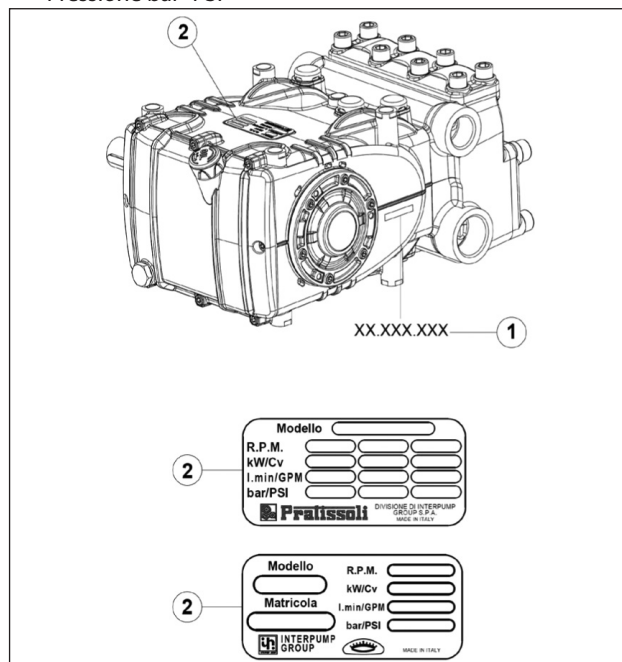

Fig. 1
Ogni pompa ha il proprio N° di matricola XX.XXX.XXX vedere pos. ① e una targhetta di identificazione vedere pos ② di Fig. 1 che riporta: